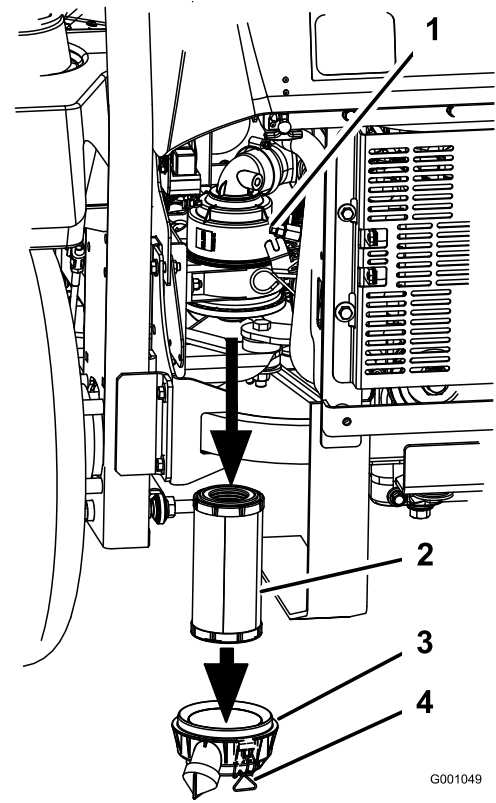

Bild 32
3. Lösen Sie die Riegel am Luftfilter und ziehen Sie die Abdeckung vom Gehäuse ab (Bild 32).
5. Schieben Sie den Filter vorsichtig aus dem Luftfiltergehäuse heraus (Bild 32). Vermeiden Sie ein Anstoßen des Filters an der Seite des Gehäuses.